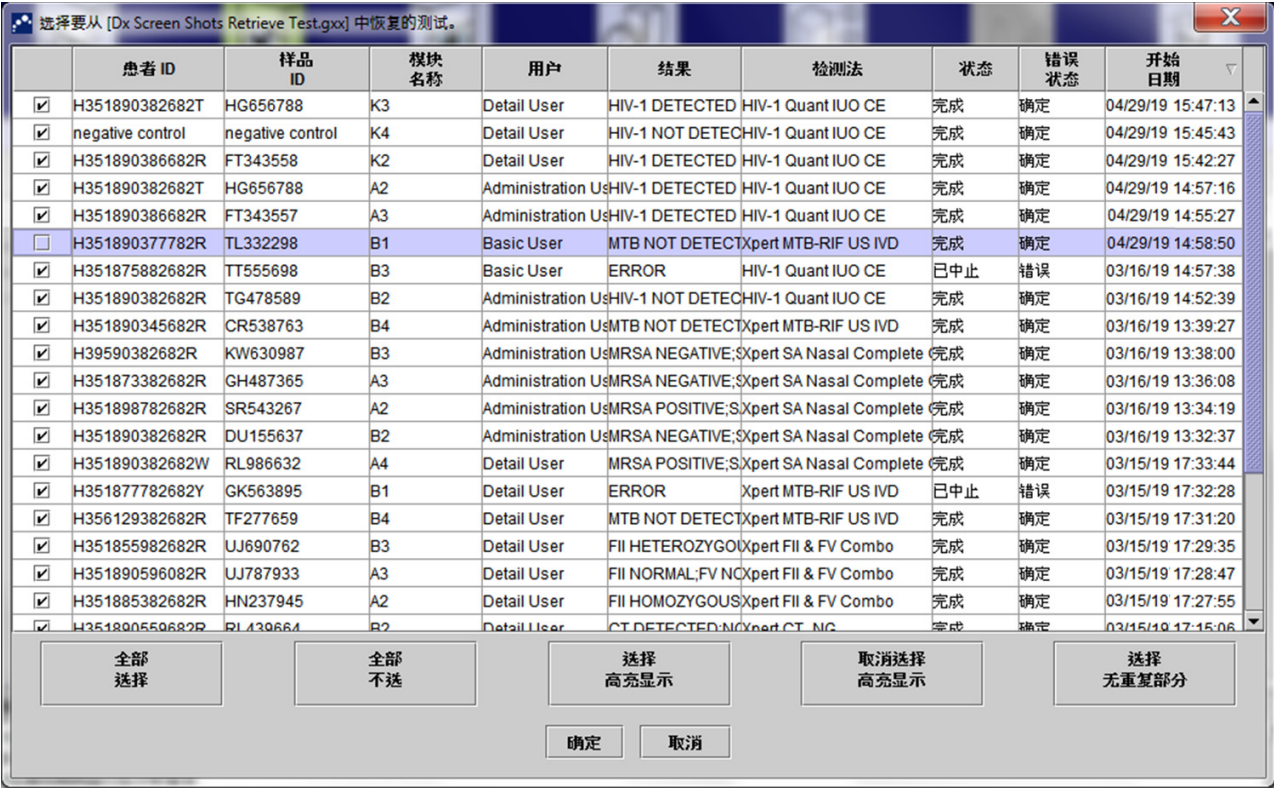

图 5-71. “选择要检索的测试”对话框
3. 出现“选择要检索的测试”对话框（参见图 5-71）。当前数据库已存在的测试以红色文字显示。